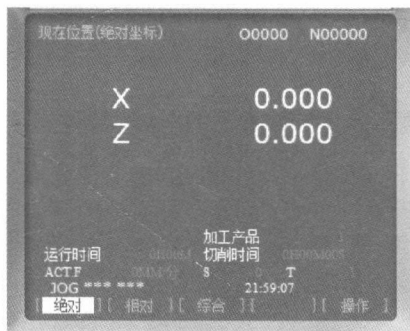

图 1-1-4 回零显示
3) 按数控系统面板 POS 键, CRT 显示屏显示“X 0.000”、“Z 0.0000”, 如图 1-1-4 所示。